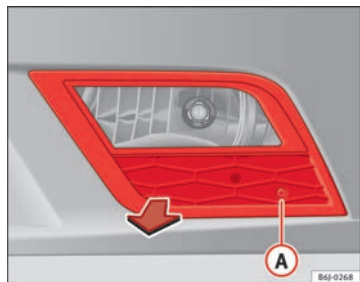

Abb. 140 Nebelscheinwerfer
- Entfernen Sie die Schraube ⇒ Abb. 140 (A) mit einem Schraubendreher aus dem Gitter des Nebelscheinwerfers.